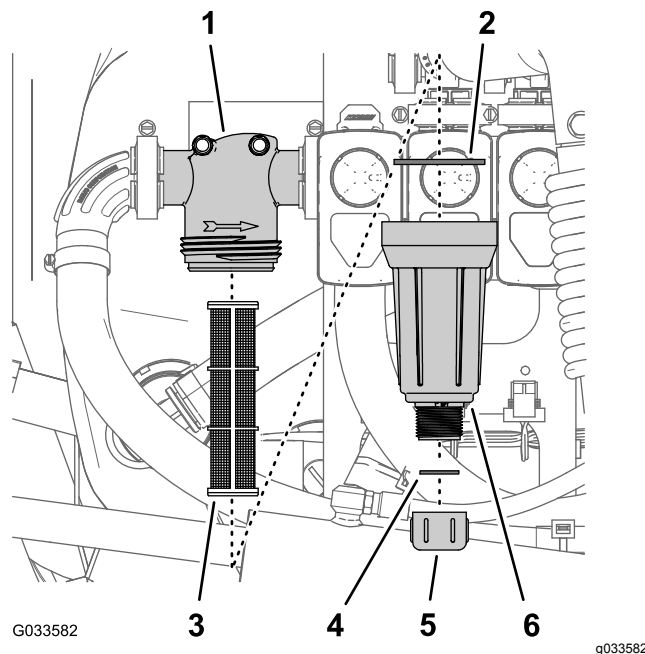

Figura 97
- Coloque un recipiente de drenaje debajo del filtro de presión (**Figura 97**).
- Gire el tapón de vaciado en sentido antihorario y retírelo de la cubeta del filtro de presión (**Figura 97**).
4. Enrosque la cubeta en sentido antihorario y retire la cabeza del filtro (Figura 97).
5. Retire el elemento del filtro de presión (Figura 97).
7. Inspeccione la junta del tapón de vaciado (situada dentro de la cubeta) y la junta de la cubeta (situada dentro de la cabeza del filtro) en busca de daños o desgaste (Figura 97).
8. Instale el elemento del filtro de presión en la cabeza del filtro (Figura 97).
9. Instale la cubeta en la cabeza del filtro, y apriétela a mano (Figura 97).
10. Coloque el tapón de vaciado en el acoplamiento inferior de la cubeta, y apriete el tapón a mano (Figura 97).